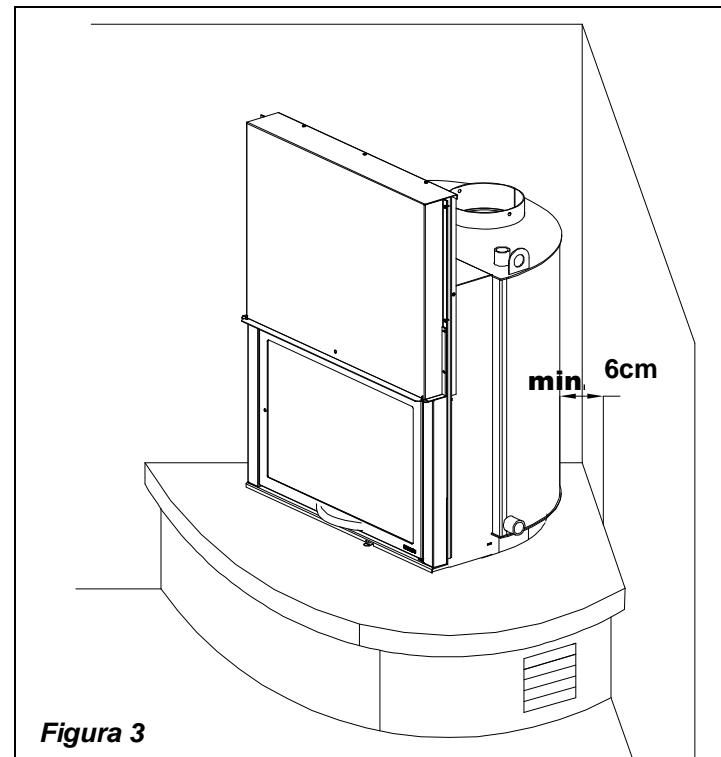

Figura 3
- lasciare sempre minimo **6cm lateralmente e posteriormente** di vuoto d'aria tra il termocamino e le pareti. (vedi Figura 3 - Figura 14 - Figura 15)